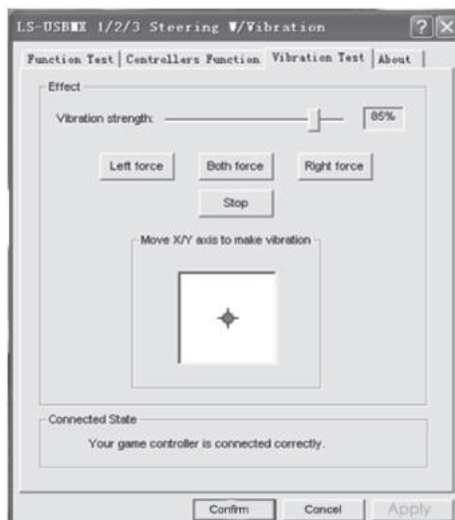

Рис. 9
- Выберите закладку «Vibration test» (третья строка, рис. 9) для проверки и настройки функции виброотдачи:
а) передвигая курсор в строке Vibration strenght мы можем увеличить или уменьшить силу виброотдачи, на рис. 9, например, она составляет 85 %;
б) нажимая кнопки «Left force», «Both force» или «Right force» можно проверить функцию виброотдачи (см. рис. 9);